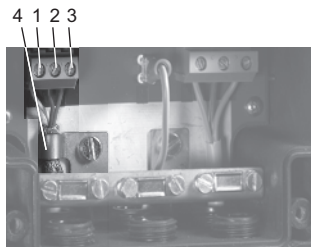

Рис. 5 Подключение GENIbus
Для обеспечения стабильной и надёжной связи экран кабеля шины GENIbus должен быть всегда заземлён через специальный зажим. См. рис. 5, поз. 4.
3. Ослабить зажим заземления (рис. 5, поз. 4).
4. Подсоединить провода к клеммам A, Y и B (рис. 5, поз. 1, 2 и 3).
5. Подсоединить экран кабеля под зажимом заземления и затянуть зажим (рис. 5, поз. 4).